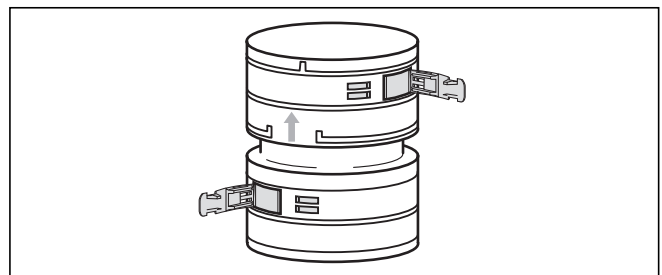
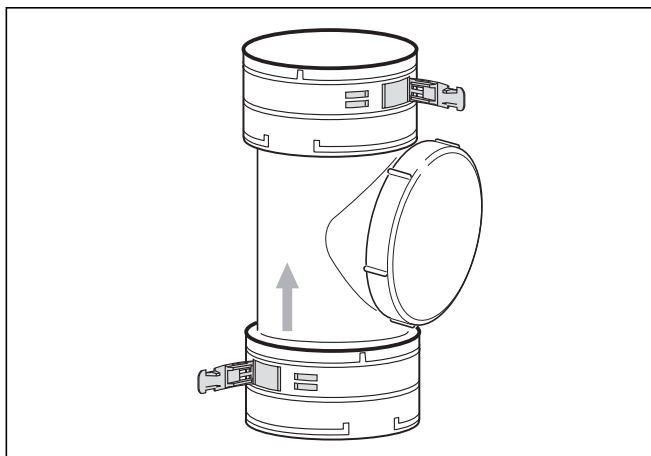

Abb. 6.50 Verbindungselement
Abb. 6.51 Reinigungselement
- Montieren Sie bei Bedarf zuerst Verbindungs- und Reinigungselemente (siehe Abb. 6.50 und 6.51).
Anstatt die Gesamtlänge der flexiblen Abgasleitung mit einem einzigen Stück zu überwinden, können Sie mehrere Teilstücke einsetzen und diese mit Verbindungselementen (Art.-Nr. 303 512, Abb. 6.50) oder einem Reinigungselement (Art.-Nr. 303 511, Abb. 6.51) verbinden.